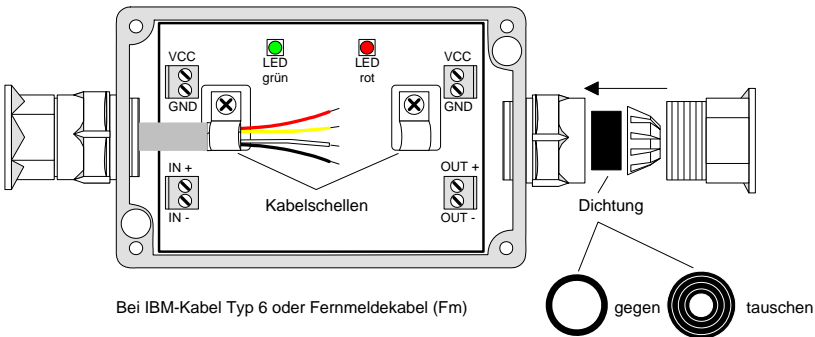

Abb. 3: Kabeleinführungen → essernet®-Repeater (Art.-Nr. 784843 / 784865)
- Kabelverschraubungen einsetzen (siehe Abb. 3)